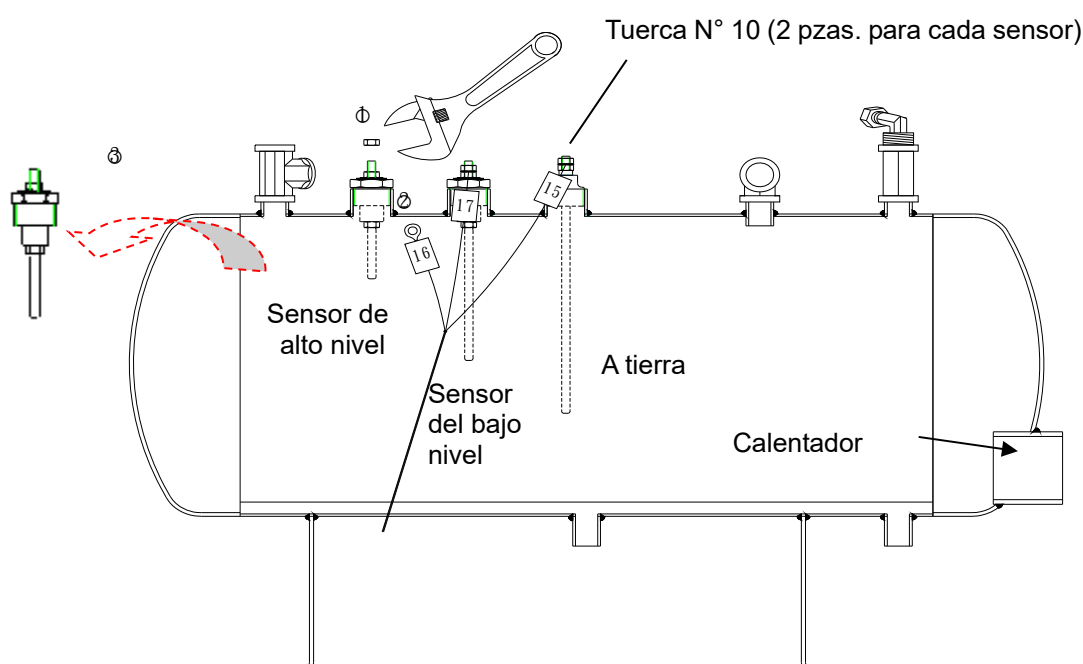

Figura 77
- Desconecte los tres cableados en sentido antihorario con la llave inglesa N° 10 (o una llave ajustable), según se muestra en la Figura 77.